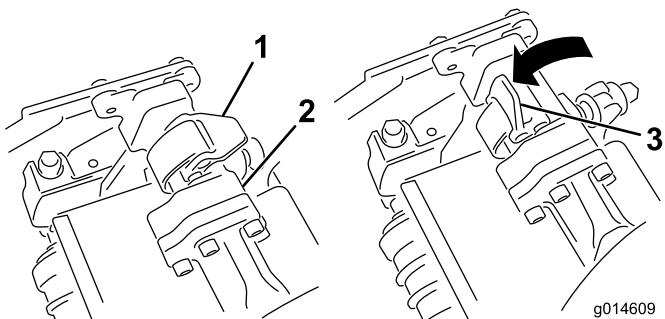
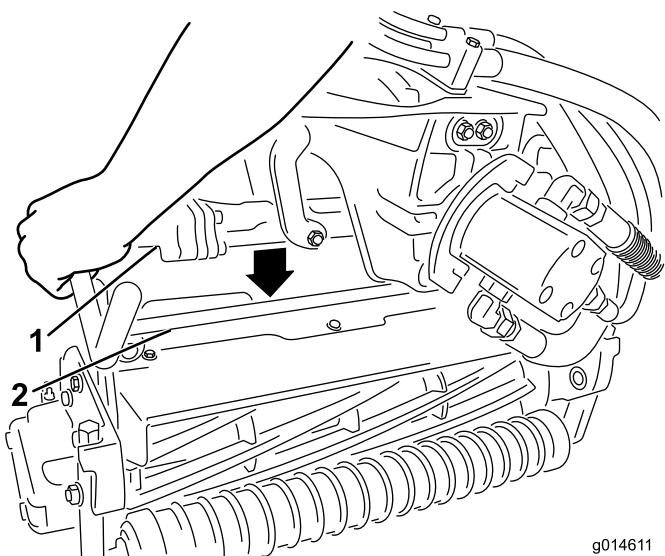

図 33
図 34
3. サスペンションアームのバーについているラッチを上向き開いた状態にして(図 33)、サスペンションアームを押し下げて、バーを、カッティングユニットのバーの上に被せるようする図 34。
4. ラッチを下げて閉じるとカッティングユニットのバーがロックされてユニットがアームにセットされる図 33。
4. 取り外したいカッティングユニットのサスペンションアームのバーについているラッチを開く図 33。